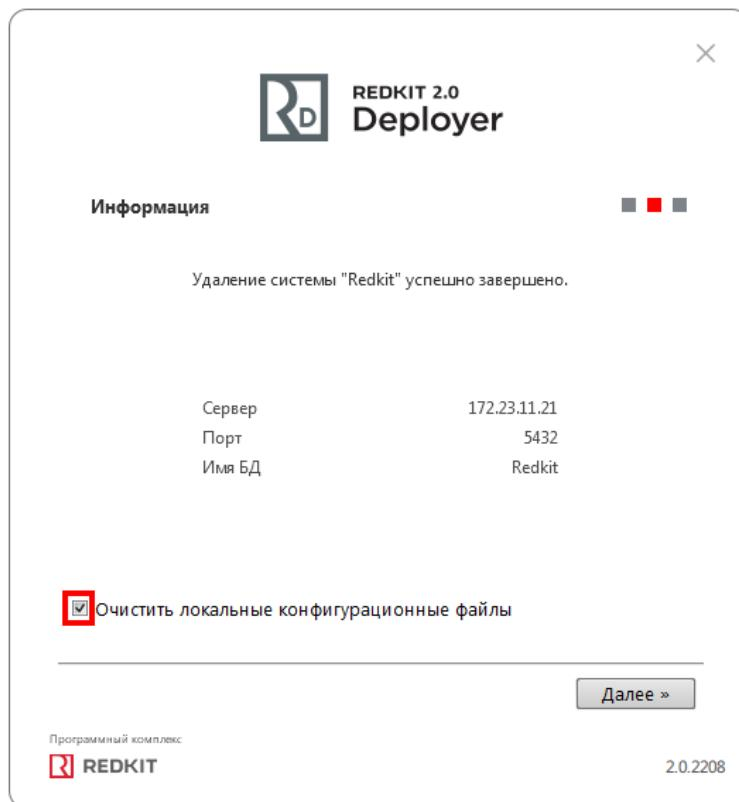

Рисунок 215 - Очистка конфигурационных файлов
- Если реквизиты указаны верно, появится окно с информацией об успешном удалении системы. При необходимости отметьте очистку конфигурационных файлов (Рисунок 215). Нажмите **Далее**.